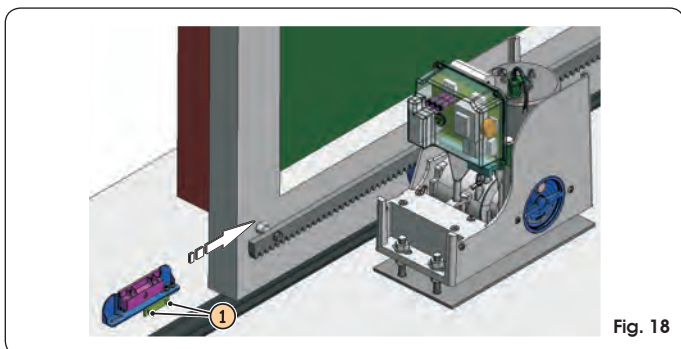

Fig. 18
- ③ Coloque manualmente la cancela en posición de apertura dejando 4 cm del bloqueo mecánico de final de carrera.
- ④ Deslice sobre la cremallera el imán con el candado abierto en la dirección de apertura, véase la figura 18. Tan pronto como el diodo correspondiente al final de carrera presente en la tarjeta se apague, haga avanzar el imán otros 10 mm y fíjelo con los tornillos (Fig. 18 ref. ①).
- ⑤ Proceda de modo análogo para el imán de cierre.
- ⑥ Coloque la cancela aproximadamente a la mitad de su carrera y bloquee de nuevo el sistema (véase el párrafo 9).